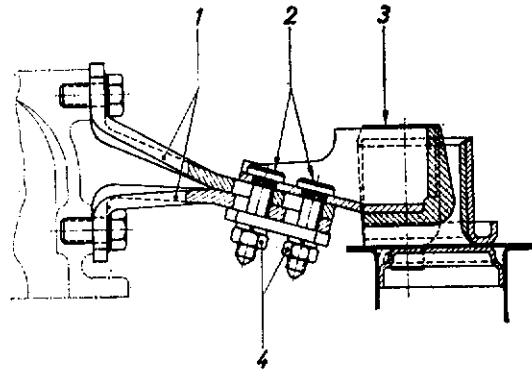

Fig. 13. — Support moteur (avant gauche)
- Enlever ensuite les vis (2) (fig. 13) et séparer les silentblocs des pattes moteur. Sortir le moteur en le poussant sur la droite pour dégager l'arbre d'embrayage.